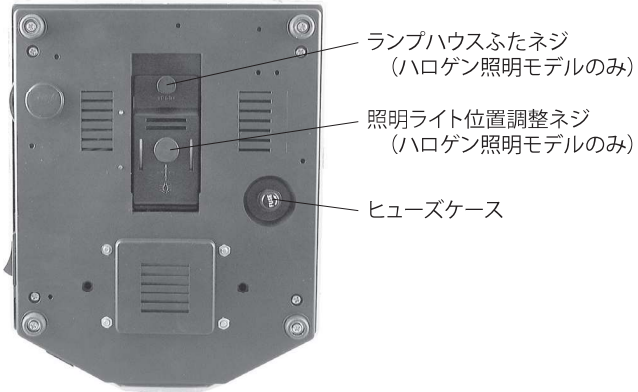

図9
- 1 7. 照明用の電球を交換するときは、顕微鏡底面にあるランプハウスふたネジを回してランプハウスふたを開けて行います(図9、ハロゲン照明モデルのみ)。
- 1 8. ヒューズの交換は、顕微鏡底面にあるヒューズケースを回して開けて行います(図9)。